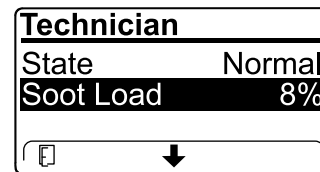

Figura 37
- Verificate il carico di fuliggine misurato come percentuale di fuliggine nel FAP (Figura 37); fate riferimento alla tabella del carico di fuliggine.